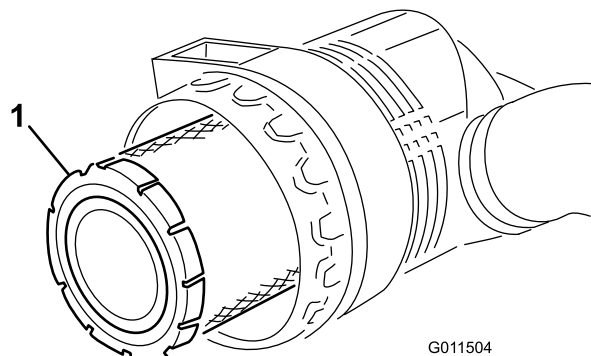
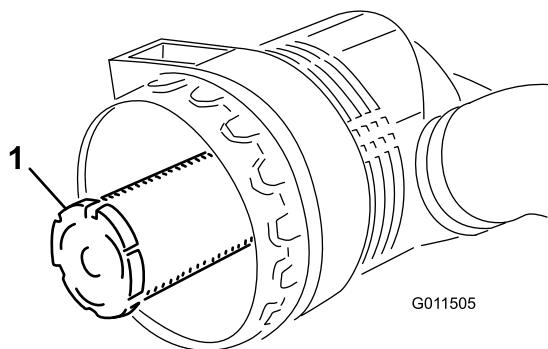

Figure 49
Figure 50
3. Enlevez l'élément principal (Figure 49). Il est déconseillé de nettoyer les éléments usagés car cela risque d'endommager le matériau du filtre. Vérifiez que le filtre de rechange n'a pas été endommagé pendant le transport. Vérifiez l'extrémité d'étanchéité du filtre et du corps. N'utilisez pas l'élément s'il est endommagé. N'enlevez **pas** l'élément de sécurité (Figure 50).
Important: N'essayez jamais de nettoyer l'élément de sécurité (Figure 50). Remplacez-le une fois sur trois, quand vous effectuez l'entretien de l'élément principal.
4. Remplacez l'élément principal (Figure 49).